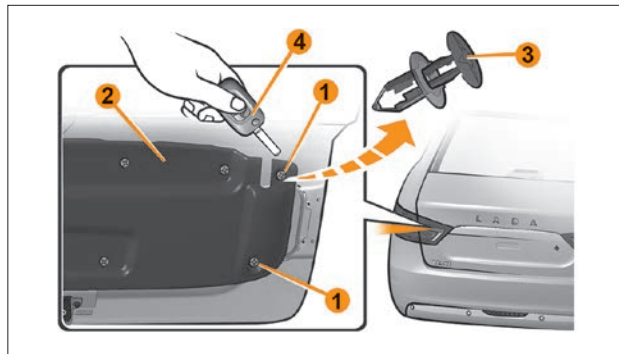

Рис. 14. Замена ламп света заднего хода и габаритного огня на наружном фонаре
- расфиксировать два крайних держателя **1** (рис. 14) обивки багажника **2**. Держатель обивки представляет собой конструкцию из неподвижного основания и подвижного фиксирующего «грибка» **3** (рис. 14). В поднятом состоянии «грибка» держатель расфиксирован;
- для расфиксации держателя обивки **3** (рис. 14) необходимо, например, лезвием ключа выключателя зажигания **4** (рис. 14) немного приподнять подвижную часть обоих держателей;